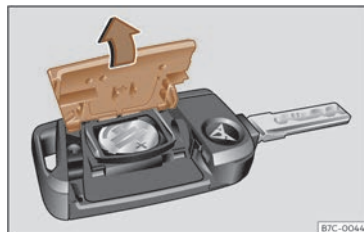

Fig. 67 Clau del vehicle: obertura de la tapa del compartiment per a la pila.
- Traieu la tapa a la part posterior de la clau del vehicle >>> **fig. 67** en la direcció de la fletxa >>> ❶.
- Poseu la tapa tal com es mostra >>> **fig. 67** i pressioneu a la carcassa de la clau del vehicle en sentit contrari a la fletxa fins que quedeu encastada.